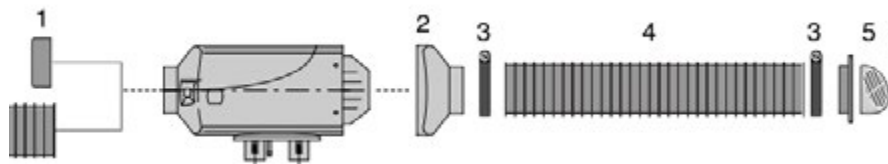

Fig. 28
- Posez une grille de protection **Fig. 28** à l'entrée ou la sortie d'air de chauffage de l'appareil de chauffage pour éviter les blessures avec la turbine ou les brûlures avec l'échangeur thermique.